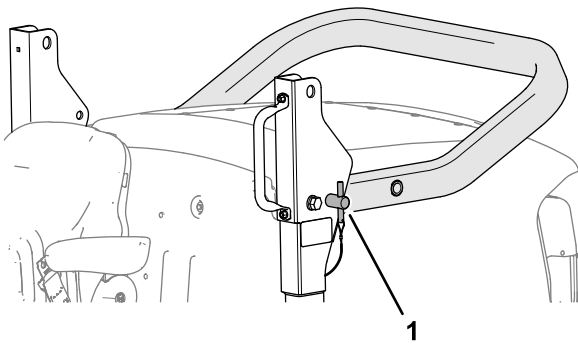

Bild 22
- Entfernen Sie die Überrollbügelstifte aus den Schwenkhalterungen (Bild 22).